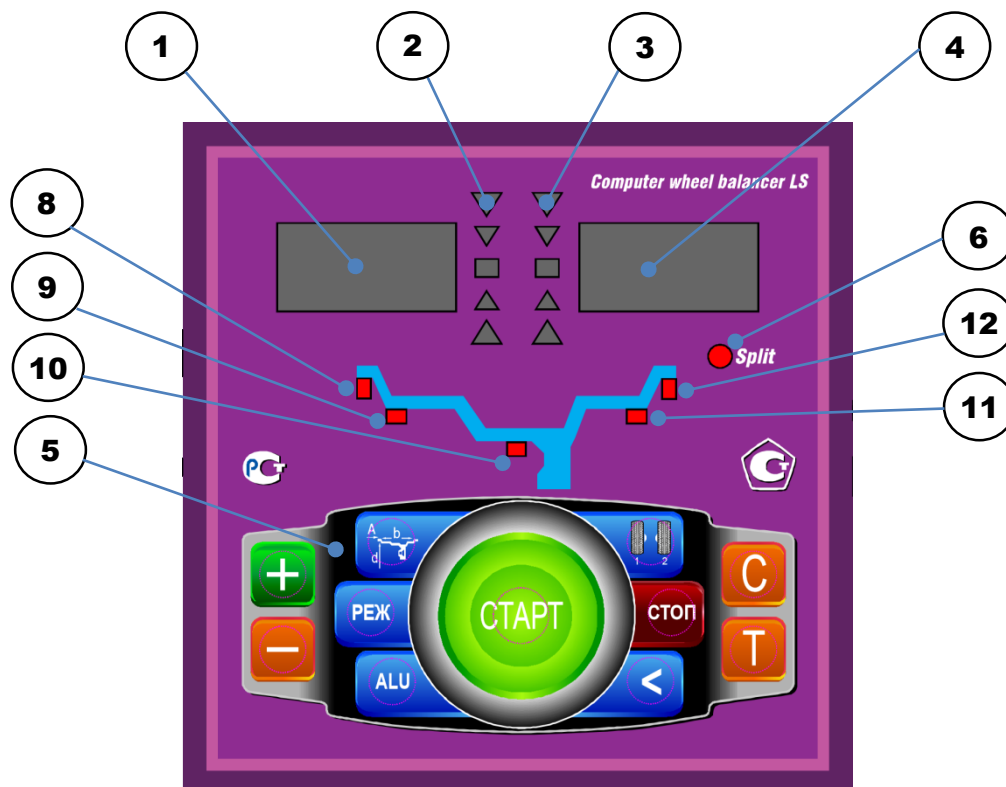

рис.8.1.
8.1. Общий вид лицевой панели показан на рис. 8.1.
При выдвигении штанги на индикаторах 1 (рис. 8.1) отображается значение параметра "А". Значение параметра "d" отображается на индикаторах 4.
Для ввода ширины нажмите кнопку "+" или "-" на индикаторах 1(рис.8.1) высветится "-b-", а на индикаторах 4 значение ширины диска. Через 2-3 сек после установки ширины индикаторы в режим отображения текущего дисбаланса.
Дважды нажать кнопку "A, d, b", после чего на индикаторах 1 (рис.8.1) загорается символ "A", а на индикаторах 4 исходная величина дистанции. Нажимая кнопки "-" и "+" установить на индикаторах 4 требуемую величину дистанции. Через 2-3 сек после установки дистанции показания на индикаторах 1 и 4 возвращаются к отображению текущего дисбаланса, а кнопки "-" и "+" возвращаются в режим ввода ширины обода.
11.1. Переключение схем ALU1-ALU5 осуществляется последовательным нажатием кнопки "ALU" при этом схема установки грузов отображается загоранием соответствующих светодиодов 8-12 (рис.8.1), кроме того, на индикаторах 1 отображаются символы ALU, а на индикаторах 4 номер 1-5. Через 2-3 сек. после установки требуемой программы ALU индикаторы 1-4 переходят в режим отображения дисбаланса.
12.3. Для входа в программу Split удерживайте кнопку РЕЖ, до того как загорится светодиод 6 (рис.8.1) и на индикаторах 1 загораются символы "SPn", означающие, что необходимо ввести число спиц обода колеса, подлежащего балансировке. При этом на индикаторах 4 загорается цифра 5. Если число спиц колеса отличается от 5, кнопками "-" и "+" установить на индикаторах 4 фактическое число спиц колеса.
12.4. Запустите СБ. После остановки вала установите любую спицу обода колеса вертикально вверх (на 12 часов) и нажмите кнопку С. После чего, на индикаторе 1 и линейке 2 (рис.8.1) будут указаны величина и место установки корректирующего груза на внутренней плоскости.
осуществляется нажатием "A,d,b" на индикаторах 4 (рис.8.1) будут последовательно отображены, установленные в данный момент диаметр, ширина обода и дистанция.
14.1. При включении тумблера питания СБ на индикаторах 1 (рис. 8.1) высвечивается трёхзначное число -номер версии программного обеспечения. Через 2-3 сек на индикаторах 1 и 4 должны загореться нули, кроме того должны загореться светодиоды 8 и 12, что свидетельствует о включении режима стандартной балансировки с установкой на обеих плоскостях коррекции грузиков на пружинках. На линейках 2 и 3 (рис. 8.1) должны загореться центральные светодиоды.
14.2. При включении СБ программа измерения дисбаланса настраивается таким образом, что дисбаланс менее 8 г (заводская установка для легкового режима) на любой плоскости коррекции не показывается, в этом случае на индикаторах 1 и 4 (рис. 8.1) высвечиваются "0". Минимальный дисбаланс отображающийся на индикаторах 1 и 4 равен 8г. Дисбаланс, превышающий 8г, округляется до величины кратной 5, т. е. дисбаланс 9, 10, 11 и 12 г отображается цифрой 10, дисбаланс 13, 14,15, 16 и 17 г - цифрой 15 и т. д. Для просмотра неокруглённого значения дисбаланса или дисбаланса менее 8г. необходимо нажать кнопку "<", при этом на индикаторах 1 и 4 на 2-3 сек высвечиваются фактические значения дисбаланса, определённые в данном запуске.